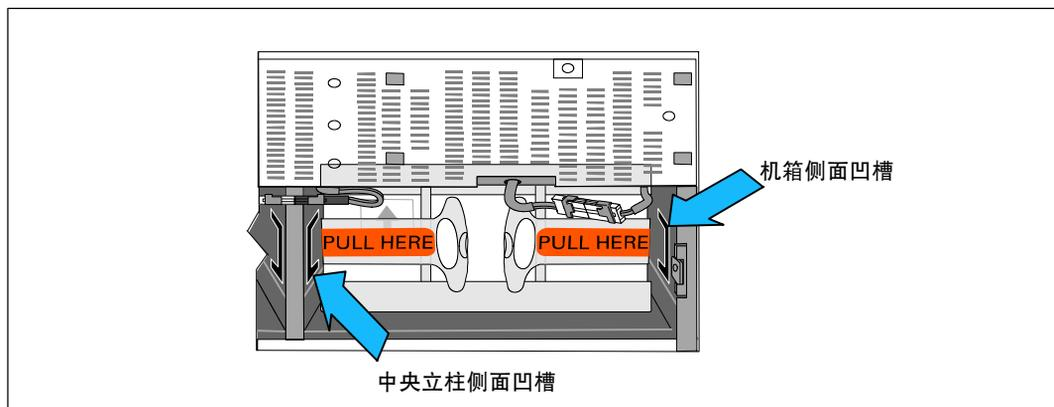

图 15. 将支架插入通道中
12 更换左侧 (L) 和右侧 (R) 电池固定支架 (见图 15):